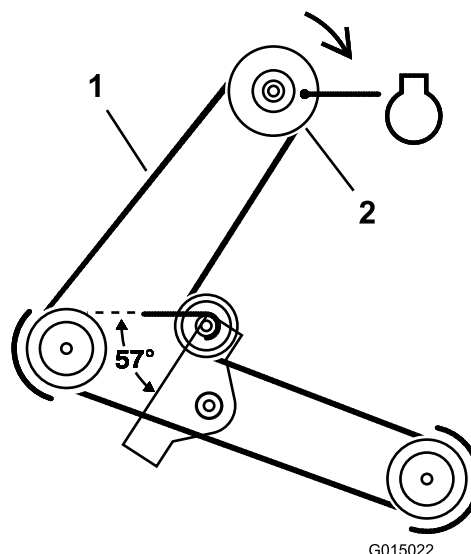

Figura 33
5. Togliete la cinghia del tosaerba dalla puleggia della frizione elettrica (Figura 33).
5. Montate la cinghia del tosaerba sulla puleggia della frizione elettrica (Figura 33).